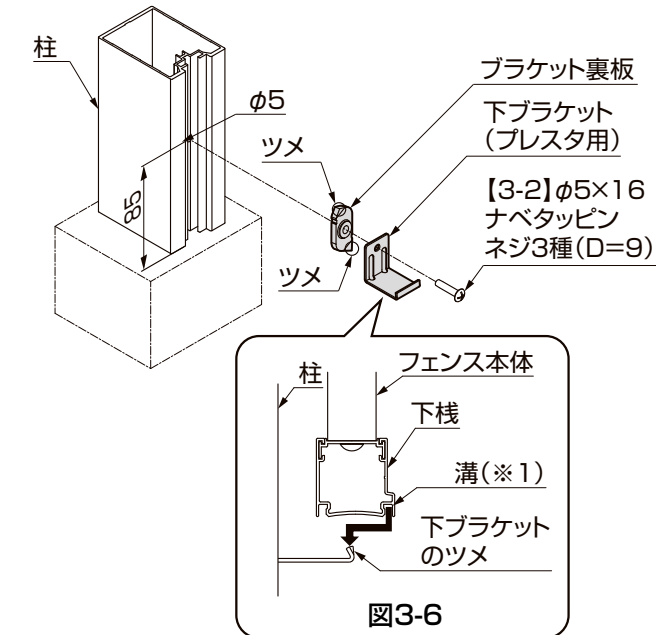

図3-6
- ④下棧の溝(※1)に下ブラケットのツメが入るようにフェンス本体を取付けてください。(図3-6参照)